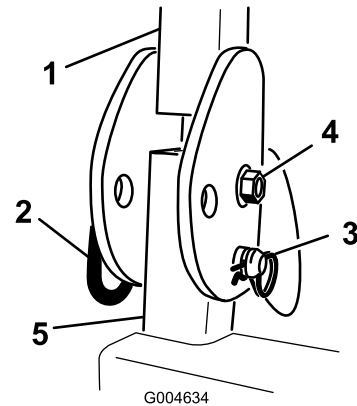

Figure 14
16. Montez le boulon, l'écrou, la goupille fendue et la goupille qui fixent chaque élément du système ROPS aux montants (Figure 14).